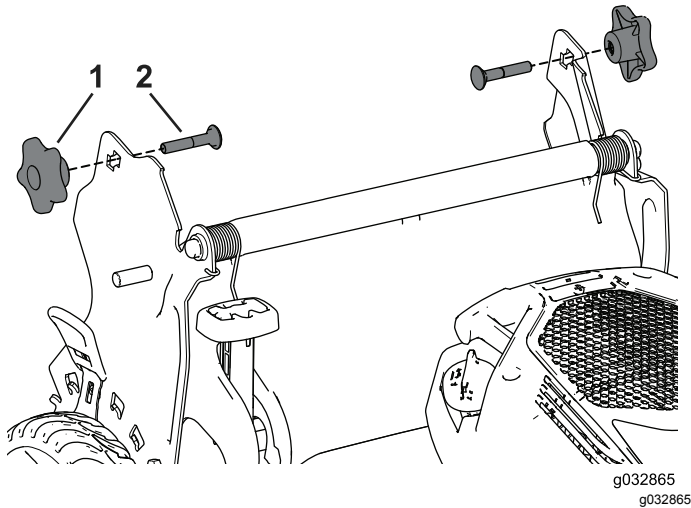

Bild 3
1. Entfernen Sie die zwei Holmhandräder und zwei Schlossschrauben von den Holmhalterungen (**Bild 3**).